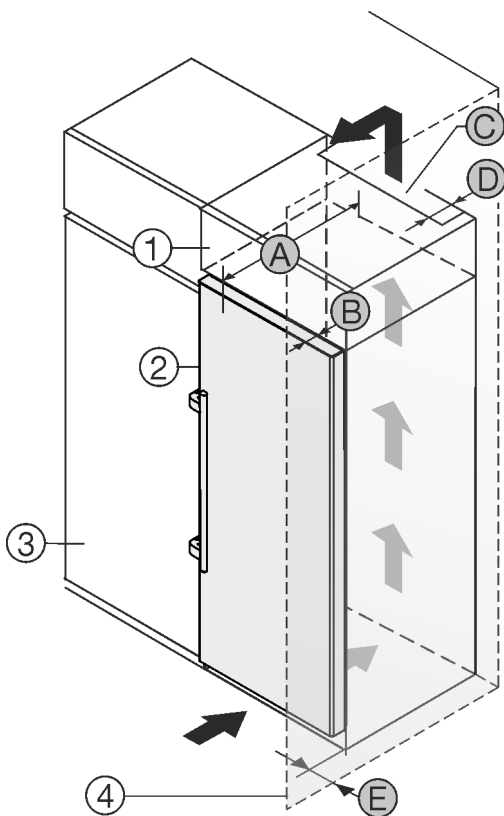

Fig. 2
Ви можете встановити пристрій безпосередньо поряд із кухонною шафою Fig. 2 (3).\*
Зі зворотного боку шафи для встановлення на пристрій слід передбачити вентиляційну шафу завглибшки Fig. 2 (D) на всю ширину цієї шафи.\*
Слід дотримуватись вентиляційного отвору Fig. 2 (C) в стелі приміщення.\*
Якщо пристрій із шарнірами встановлюється поряд зі стіною Fig. 2 (4), відстань між пристроєм та стіною повинна бути не менше 57 мм . Це відповідає необхідній відстані для ручки після відкривання дверцят.\*
Щоб мати можливість повністю відкривати дверцята, потрібно, щоб пристрій виступав на відстань глибини дверцят Fig. 2 (B) відносно передньої панелі кухонної шафи. Залежно від глибини кухонних шаф Fig. 2 (3) та використання пристінних розпірок пристрій може ще більше виступати вперед.\*